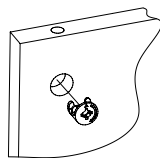

Рис.2
2. Вставьте головки минификсов в детали 2, 3, 4, 5 (Рис. 2).